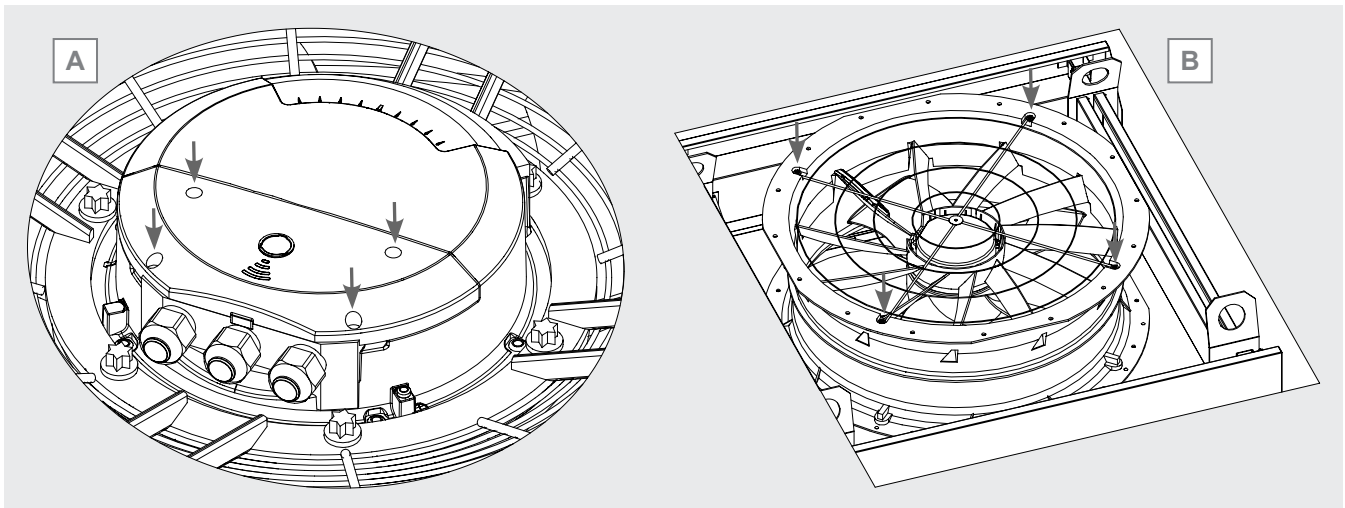

Figura 34
- ventilador motor de conexión radial y planar: la caja es normalmente accesible. Desatornille los tornillos que fijan la tapa y retírela. Guarde la cubierta en un lugar adecuado. La forma, las dimensiones y los puntos de fijación de la tapa varían según la marca y el modelo de ventilador: como ejemplo, véase la Figura 34 A.
- Motoventilador con cubierta del ventilador integrada: Desatornille los tornillos que fijan la rejilla del motor a la cubierta del ventilador. Véase la Figura 34 B. Retire la rejilla y guárdela en un lugar adecuado. Localice la carcasa del motor. Desatornille los tornillos que fijan la cubierta y retírela. Guarde la cubierta en un lugar adecuado. La forma, el tamaño y los puntos de fijación de la cubierta varían en función de la marca y el modelo de ventilador: como ejemplo, véase la Figura 34 A.